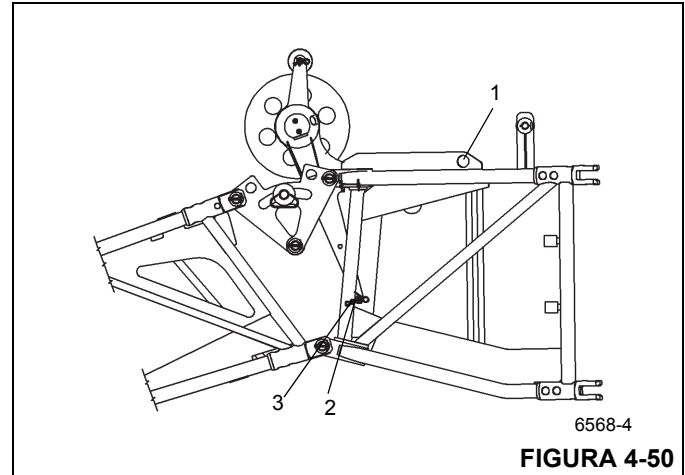

FIGURA 4-50
- Remova o pino (2) do furo (1) conforme a Figura 4-50.
- Dobre a polia defletora para cima e fixe com o pino no furo (3).